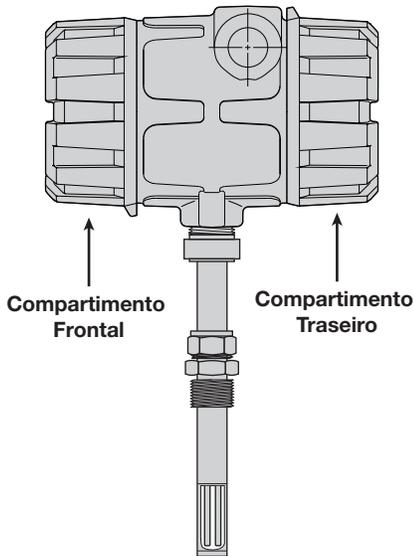

Figura 7
2. Desparafuse e remova cobertura da carcaça do compartimento traseiro. Consulte a Figura 7.